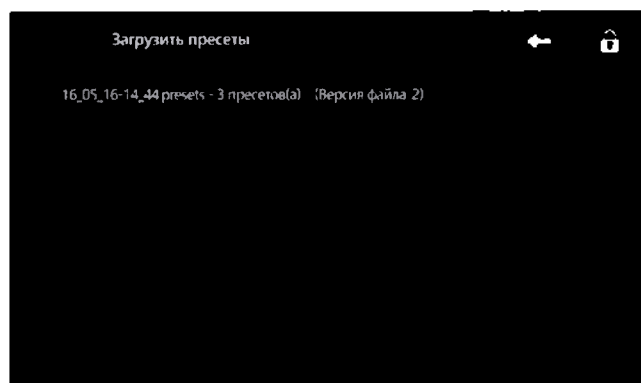

Рис. 5.51 – Загрузка пресетов с внешнего накопителя с USB разъемом
5.11.11 Для загрузки шаблонов с внешнего накопителя с USB разъемом вставьте в порт USB, расположенный на задней стороне прибора, и нажмите на кнопку . Откроется окно следующего вида (рис. 5.51):